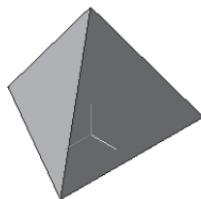

Рис. 128. Треугольная пирамида
- На Инструментальной панели Вид выберите команду **Полутоновое, Полутоновое с каркасом** (рис. 128).